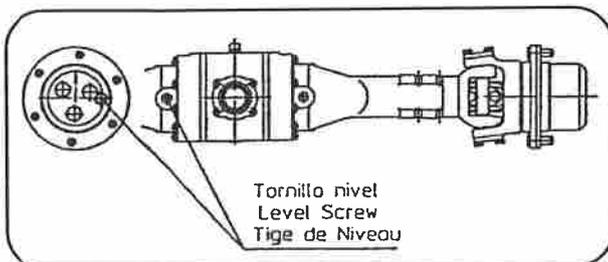

Fig. 15
- Puente diferencial trasero: (Fig. 15) Operar igual que lo indicado para los niveles del puente diferencial delantero.